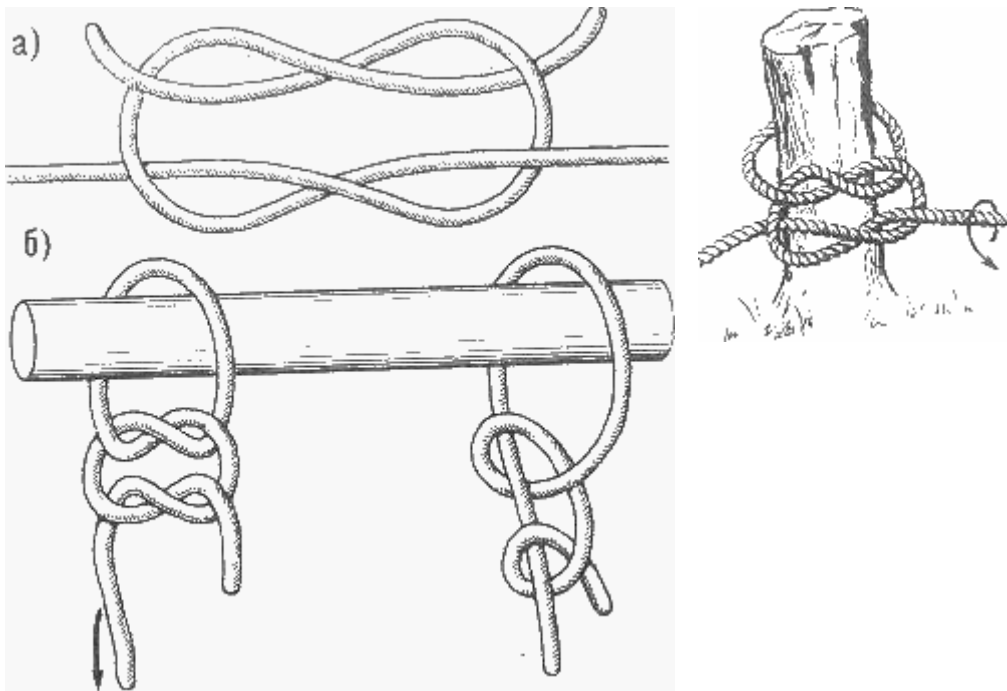

Рис. 23. Бабий узел.
**Бабий узел** (рис. 23). Оговоримся заранее, что этот узел автор поместил в книгу умышленно, в качестве примера для объяснения принципа других морских узлов.